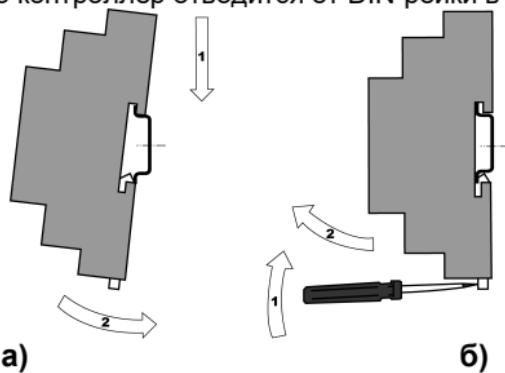

Рисунок 8.1 – Монтаж контроллера с креплением на DIN-рейку
2. В проушины защелки вставить острие отвертки (см. рисунок 8.1 б), и отжать защелку по стрелке 1, после чего контроллер отводится от DIN-рейки в направлении стрелки 2.